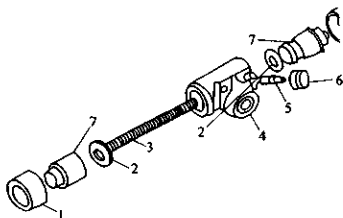

图 3-258 制动轮缸的分解
12) 如有必要, 拆下制动轮缸并分解, 如图 3-258 所示。